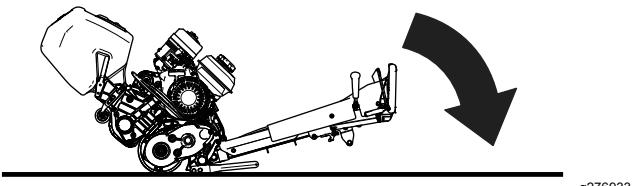

Figure 5
2. Abaissez le guidon du groupe de déplacement au sol pour accéder à l'unité de coupe (Figure 5).